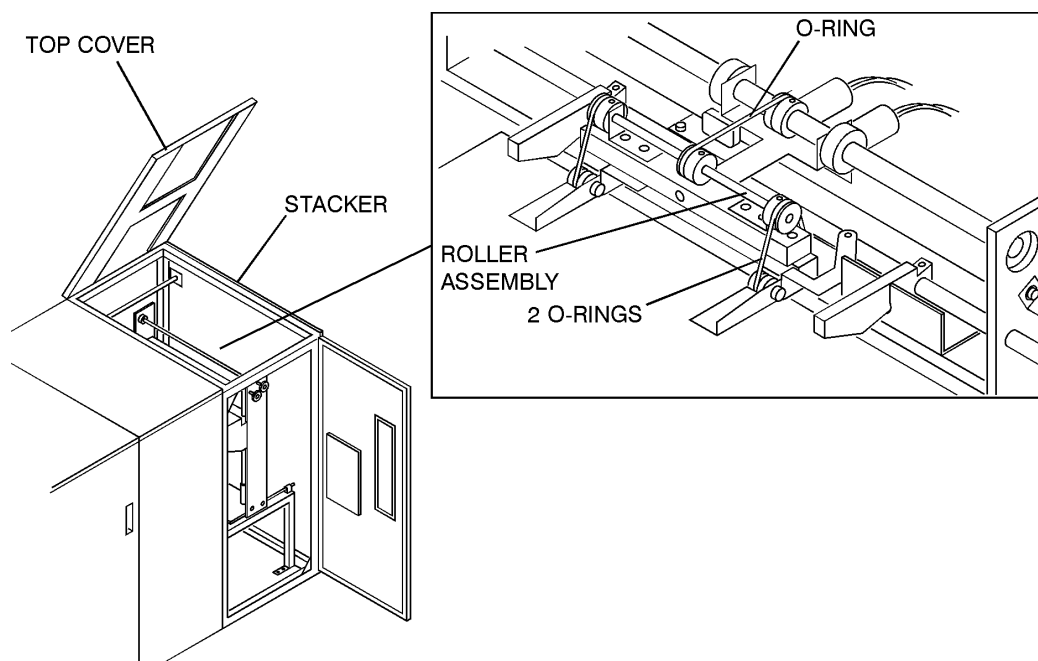

Figure 4-4: Nettoyage de l'empileuse
- 1 Ouvrez le couvercle de l'empileuse, voir Figure 4-4.
- 2 Nettoyez le dispositif constitué de deux courroies oranges, comme indiqué dans la Figure 4-4, à l'aide d'alcool à 90 % uniquement et d'un chiffon non-pelucheux propre.